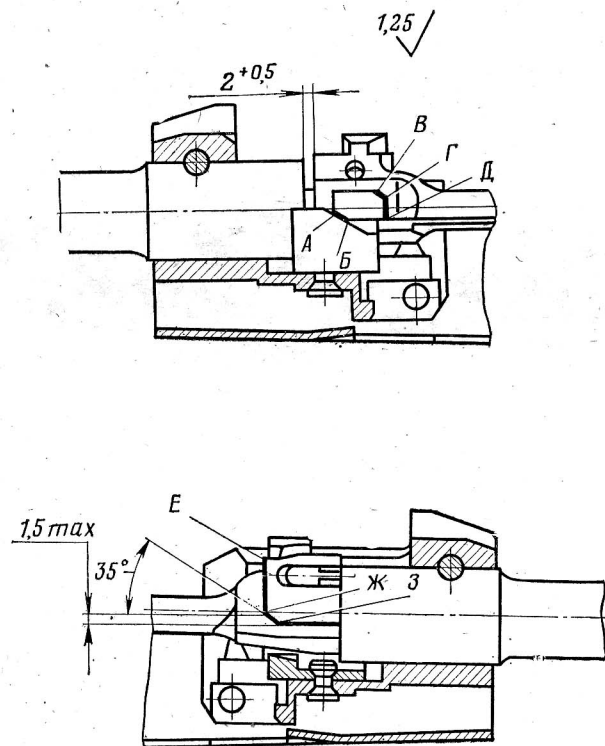

Рис. 71. Обработка боевых выступов на затворе
4. Опилить скос АБ (рис. 71) на левом боевом выступе затвора так, чтобы начало поворота затвора по винтовому скосу сухара было при зазоре между пеньком ствола и торцом затвора в пределах 2...2,5 мм и чтобы прилегание скоса на боевом выступе к винтовому скосу сухара было по ширине не менее 1 мм.